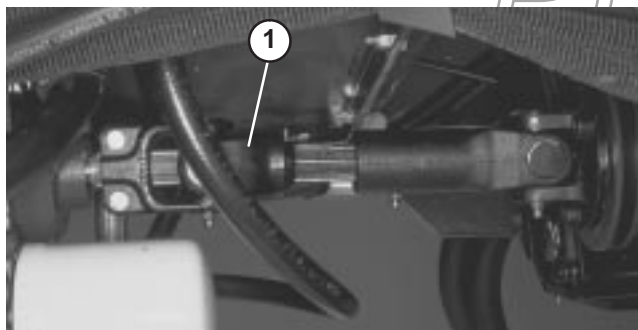

Figura 33
5. Quando concluir a operação de reboque, reinstale o veio propulsor como se mostra na Figura 33. As estrias foram concebidas para que a montagem seja possível apenas quando as duas metades do veio estiverem orientadas correctamente.